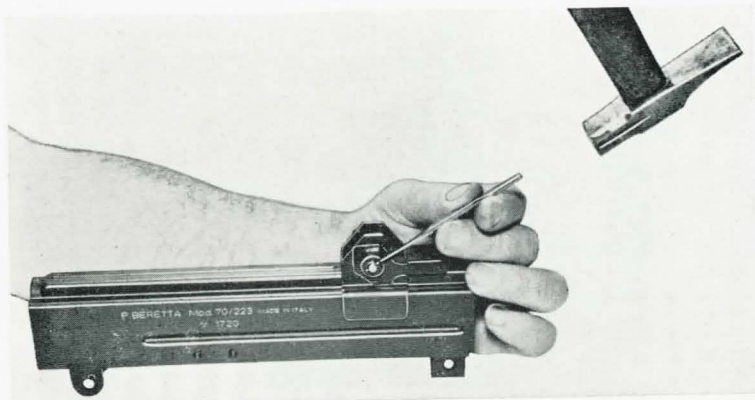

Fig. 77
1. con gli utensili 106 e 111 sfilare la spina elastica dal foro della vite diottra (fig. 77).
1. with tools 106 and 111 drive out split pin from the hole in the aperture sight adjusting screw (figure 77).